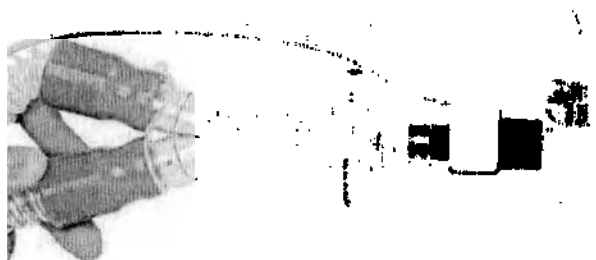

Рисунок 5.12 – Подключение линии отбора пробы
- г) подключить адаптер линии отбора пробы к вентиляционному адаптеру капнографа прямого потока (рисунок 5.12);
- Для исключения скапливания влаги в адаптере линии отбора пробы его следует располагать так, чтобы штуцер, к которому подключается линия отбора пробы, был обязательно ОБРАЩЕН ВВЕРХ (рисунок 5.12).